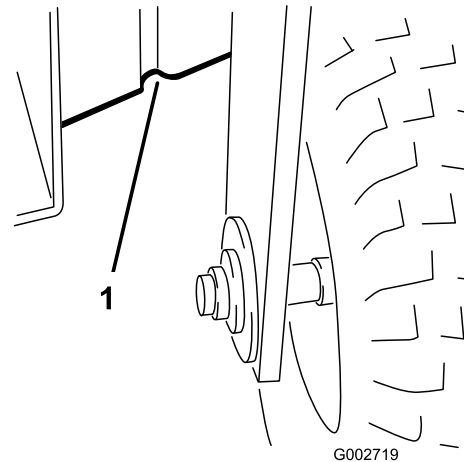

Рисунок 22
- Спереди - под рамой, за передним колесом (Рисунок 22).